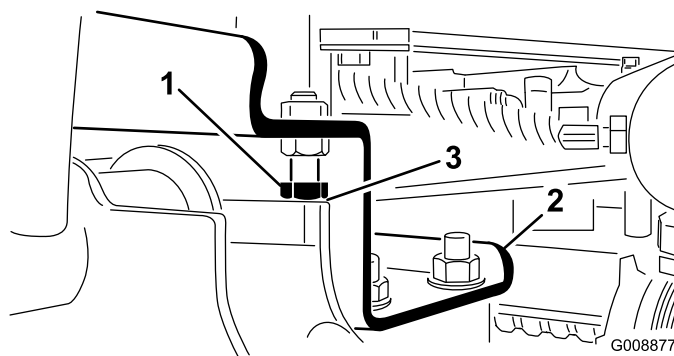

Рисунок 26
- Ослабьте затяжку фиксирующих болтов и отрегулируйте цилиндр, чтобы получить нужный зазор (Рисунок 26).
- 2. Проверьте, чтобы зазор между каждым подъемным рычагом и фиксирующим болтом составлял от 0,13 до 1,02 мм (Рисунок 26).